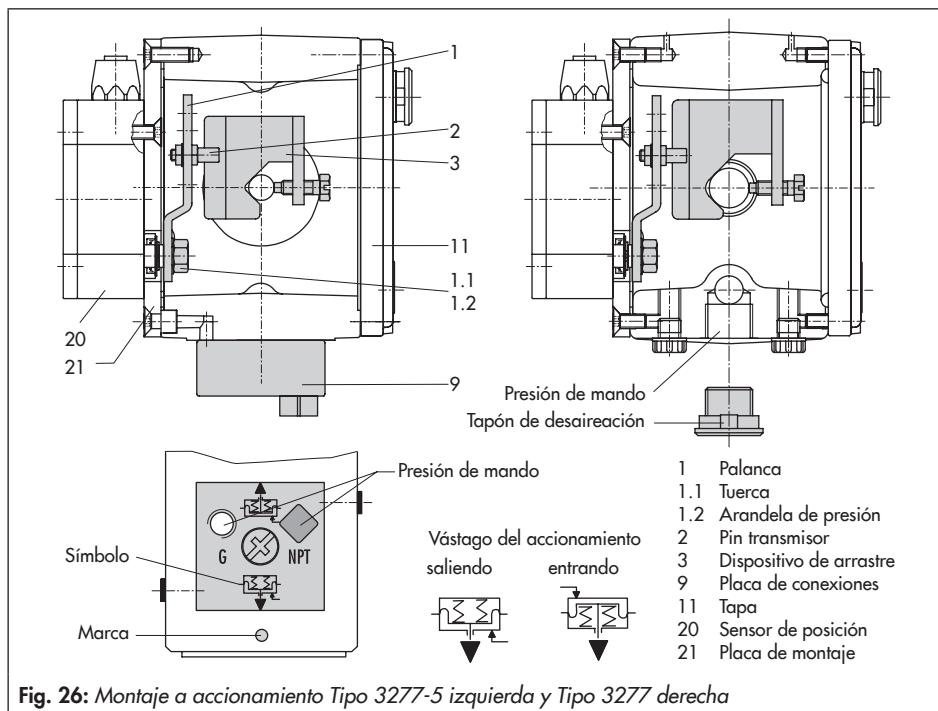

Fig. 26: Montaje a accionamiento Tipo 3277-5 izquierda y Tipo 3277 derecha
La presión de mando del posicionador se conduce a la cámara de la membrana del accionamiento a través de la conexión de la presión de mando de la placa de conexiones (9, fig. 26 izq.). Para ello, atornillar primero la placa de conexiones (9) de los accesorios al puente del accionamiento.
- Girar la placa de conexiones (9) de forma que la marca indique el símbolo que corresponda con la posición de seguridad "vástago saliendo" o "vástago entrando" (fig. 26 abajo).
- Asegurar que la junta plana de la placa de conexiones (9) quede bien colocada.